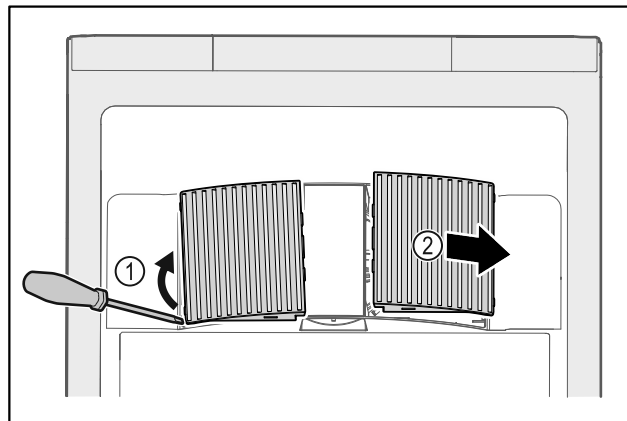

Fig. 171
► Pokrov ventilatorja previdno dvignite s strani Fig. 171 (1) in ga odstranite v smeri naprej Fig. 171 (2).